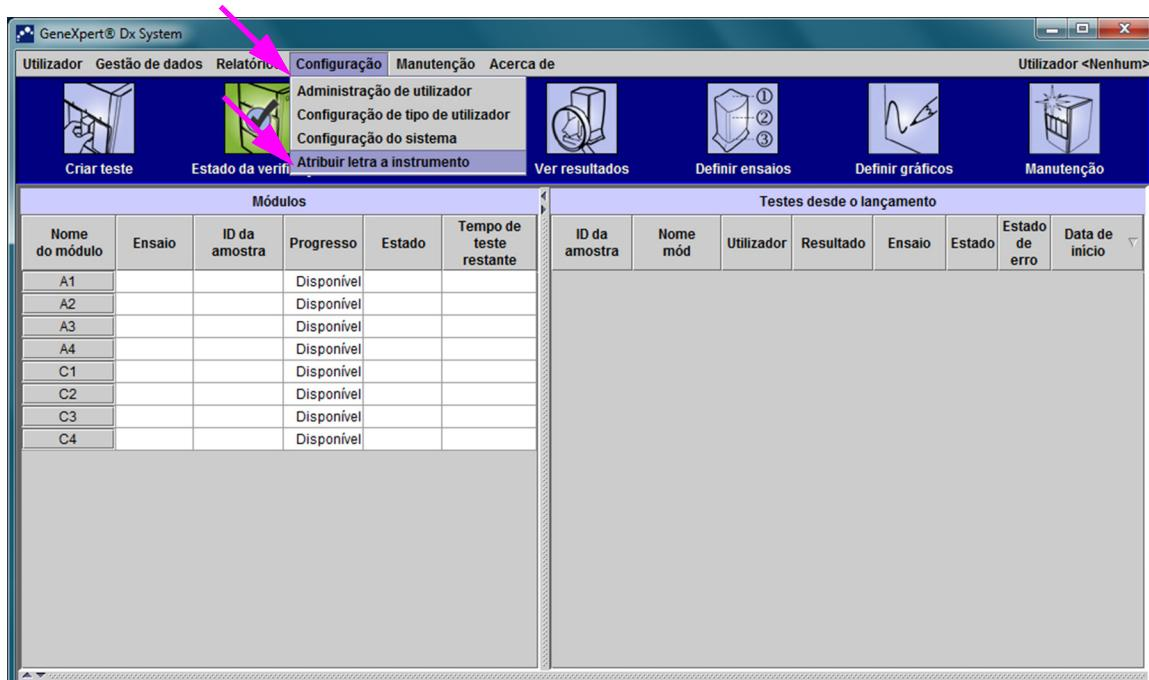
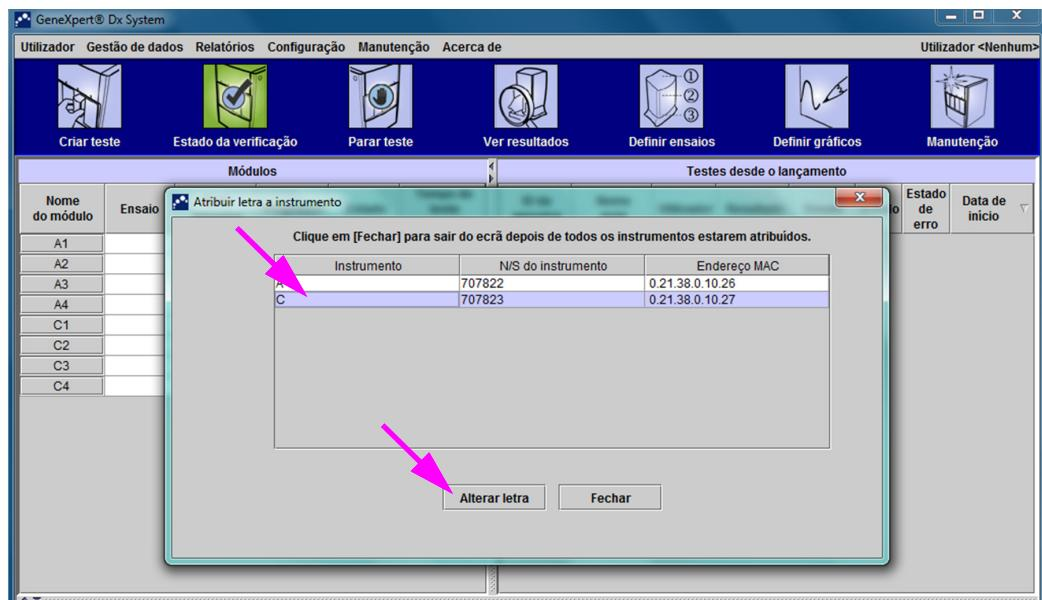

Figura 2-66. Janela GeneXpert Dx System com menu pendente Configuração
Figura 2-67. Janela GeneXpert Dx System com caixa de diálogo Atribuir letra a instrumento sobreposta
3. Para garantir que as letras atribuídas correspondem ao instrumento GeneXpert GX-XVI, clique em **Configuração** na barra de menus da janela GeneXpert Dx System (consulte a figura 2-66) e, em seguida, seleccione **Atribuir letra a instrumento** no menu pendente. É apresentada a caixa de diálogo Atribuir letra a instrumento (consulte a figura 2-67). Ao mesmo tempo, os indicadores LED verdes dos quatro módulos que constituem o quadrante seleccionado ficarão intermitentes.
4. Para alterar a letra atribuída, clique para seleccionar o instrumento e, em seguida, clique em **Alterar letra** na caixa de diálogo Atribuir letra a instrumento (consulte a figura 2-67).
6. Clique em **Fechar** para fechar a caixa de diálogo Atribuir letra a instrumento (consulte a figura 2-67).